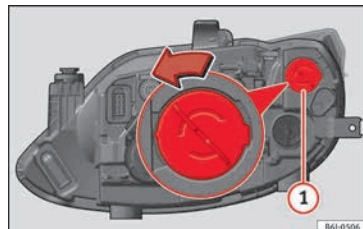
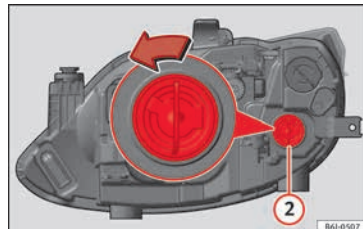

Abb. 92 DRL-Licht (Tagfahrlicht) im Einfachscheinwerfer.
Abb. 93 Blinklicht im Halogen-Scheinwerfers
- Drehen Sie den Lampenträger » **Abb. 92** ① oder » **Abb. 93** ② nach links und ziehen Sie.